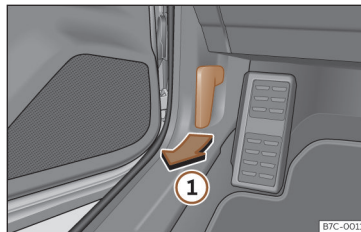

Fig. 192 Alavanca de desbloqueio no espaço para a zona dos pés do condutor.
- Abra a porta e puxe pelo manípulo que existe debaixo do painel de instrumentos >>> **Fig. 192 ①**.